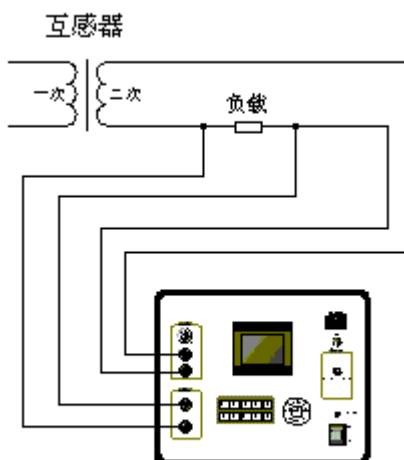

图4
3.1.2 直接输入时的负荷测量将被测互感器二次两端点接入此仪器电压输入端。如图4： 将被测互感器二次侧任一根导线串接入此仪器电流输入端。